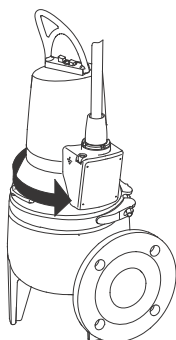

Fig. 11 Pumpens rykkeretning
3. Hvis pumpen er tilsluttet korrekt, vil den give et ryk i modsat retning af omdrejningsretningen. Se fig. 11.